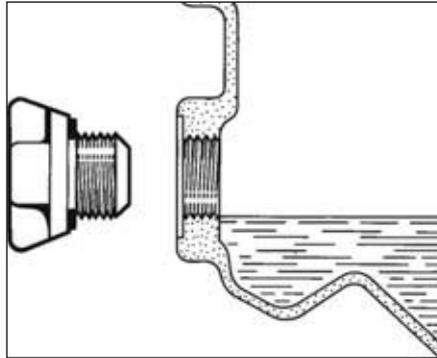

FIG.3
- Remplir la boîte de vitesses à l'aide d'une seringue d'huile jusqu'à ce que l'huile déborde de l'orifice du bouchon de remplissage (Fig.3).